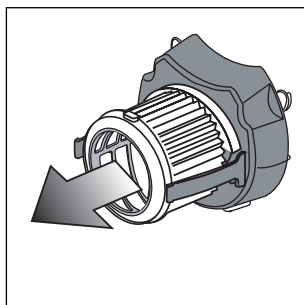

Fig. 18
Verwijder de filter "Eco Heart" met behulp van de handgreep (fig. 18). Het vuil en het stof bevinden zich in de filter
- Verwijder de wasbare HEPA-filter* (fig. 18).